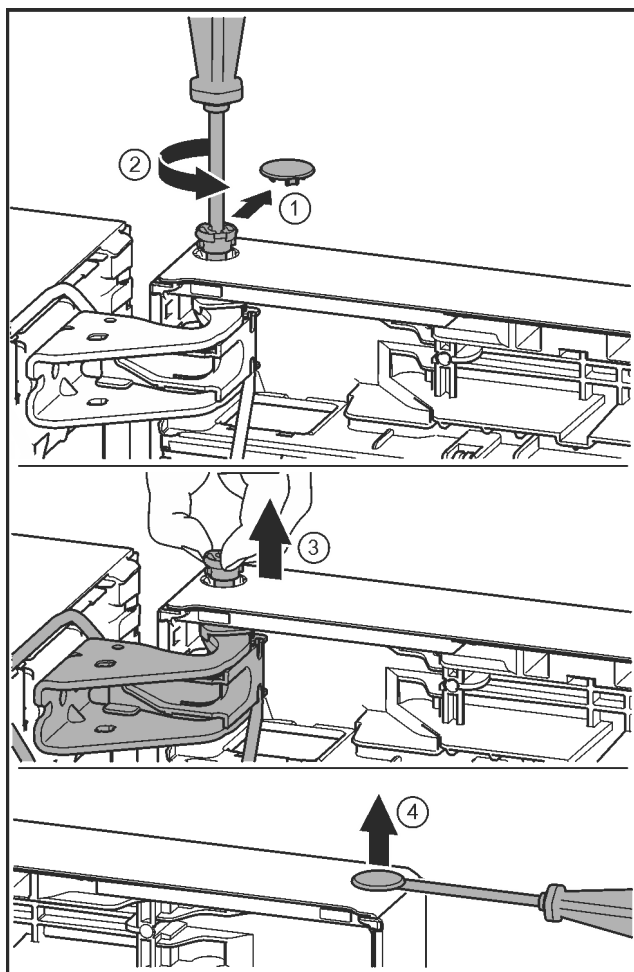

Fig. 21
- Retire la cubierta del seguro con cuidado. Fig. 21 (1)
- Desenrosque un poco el perno con el destornillador T15. Fig. 21 (2)
- Sujete la puerta y extraiga el perno con los dedos. Fig. 21 (3)
- Levante cuidadosamente el tapón del casquillo de cojinete de la puerta con un destornillador para tornillos de cabeza ranurada y extráigalo. Fig. 21 (4)